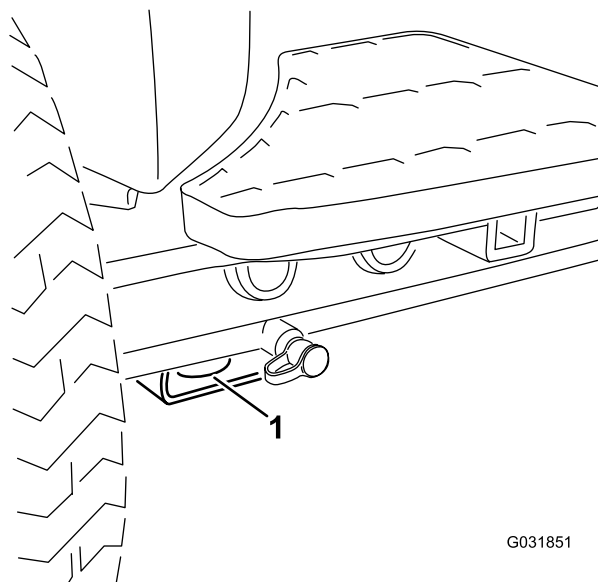

Figure 40
- **Avant de la machine** – trou du patin rectangulaire, sous le tube d'essieu, à l'intérieur de chaque roue avant (Figure 40).